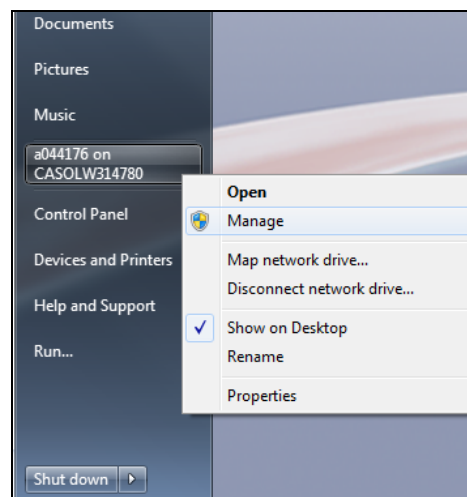

Fig.10
1. Dans le menu Démarrer de Windows, Cliquer avec le bouton droit et choisir « Manage » pour accéder à l'écran de gestion de l'ordinateur (Fig.10).